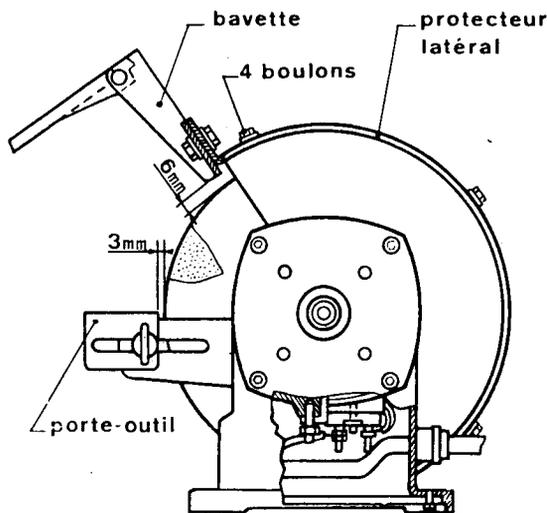

Fig. 1
- 2° La bavette supérieure qui retient l'écran de protection n'est pas écartée de plus de 6 mm de la meule (fig. 1).
- 3° Le porte-outil n'est pas écarté de plus de 3 mm de la meule (fig. 1).
— Engager les protecteurs latéraux sur les protecteurs périphériques et les fixer chacun à l'aide des 4 boulons (voir fig. 1) dans les trous taraudés du protecteur périphérique.
— Fixer la bavette sur la languette du protecteur périphérique en ajustant la distance entre celle-ci et la meule à 6 mm maximum (fig. 1).